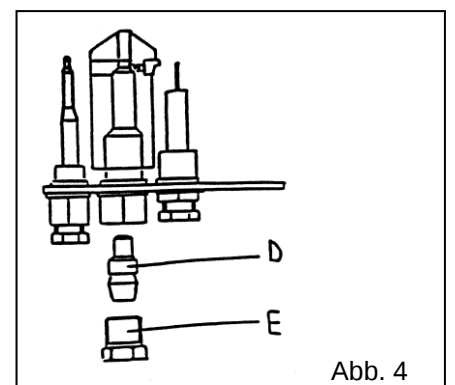

Abb. 4
5.1.1 Austausch der Düse des Wachflammenbrenners (Abb. 4)